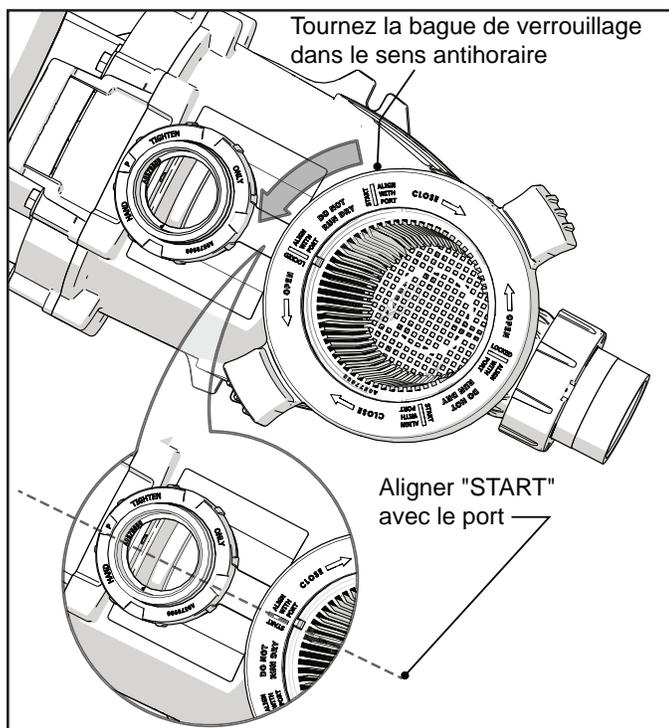

Figure 10. Dégager la bague de verrouillage
4. Tourner la bague de verrouillage selon le sens antihoraire jusqu'à ce que le repère « START » s'aligne sur les ports. Voir "Figure 10. Dégager la bague de verrouillage"